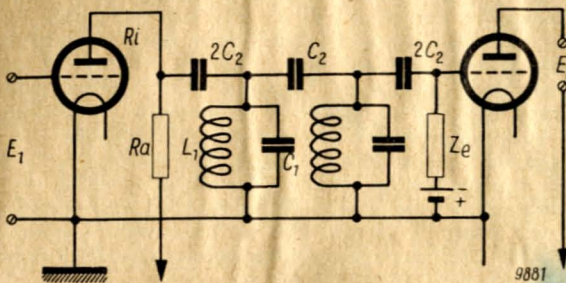

Abb. 25. Versuchsschaltung für die Messungen zu Abb. 26.
Niederfrequenzstufe liegt, zeigt Abb. 25. Die Berechnung von L_1 , C_1 und C_2 erfolgt nach Formel (19). Die Kreise L_1 , C_1 bestimmen die höchste Frequenz f_0 , C_2 die Durchlaßbreite nach den tieferen Frequenzen bis f_0 . Der Anpassungswiderstand am Kettenleiteringang wird aus dem Innenwiderstand R_i der Röhre mit dem Anodenwiderstand R_a nach der Beziehung